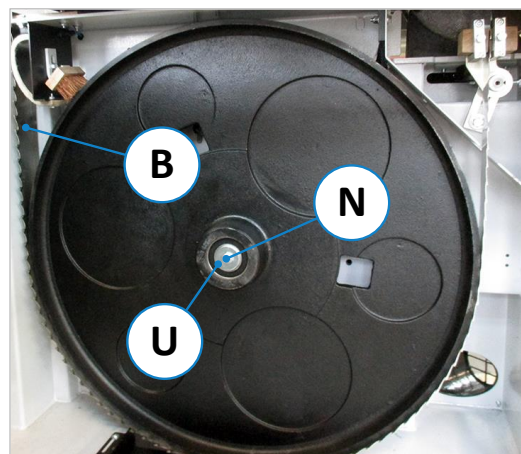

Abbildung 92: Antriebsriemen auswechseln
- Die 4 Befestigungsschrauben (M) am Motor leicht lösen (Schlüsselweite = 19 mm).
- Spannmutter (S) an der Gewindestange (G) mit einem Gabelschlüssel SW17 anziehen, bis die richtige Riemenspannung erreicht ist (siehe auch ⇒ Abbildung 92).
- Siehe ⇒ Abbildung 92: Sechskantschraube (N) und Unterlegscheibe (U) aus der Radnabe entfernen (Schlüsselweite = 19 mm).
- Unteres Rad montieren und Bandsägeblatt (B) wieder installieren (siehe ⇒ 11.3).
- Riemen gemäß Abschnitt ⇒ 15.6 spannen und die vier Motorschrauben (M) wieder festziehen.